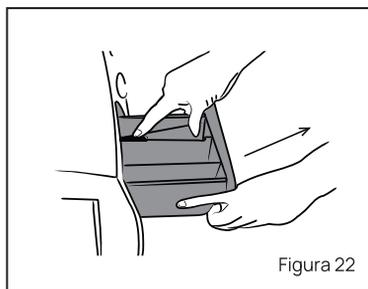

Figura 22
- Extraiga la jabonera, para lo cual debe abrir el compartimiento y presionar sobre la traba elástica para que libere la jabonera, luego tire suavemente. Ver figura 22